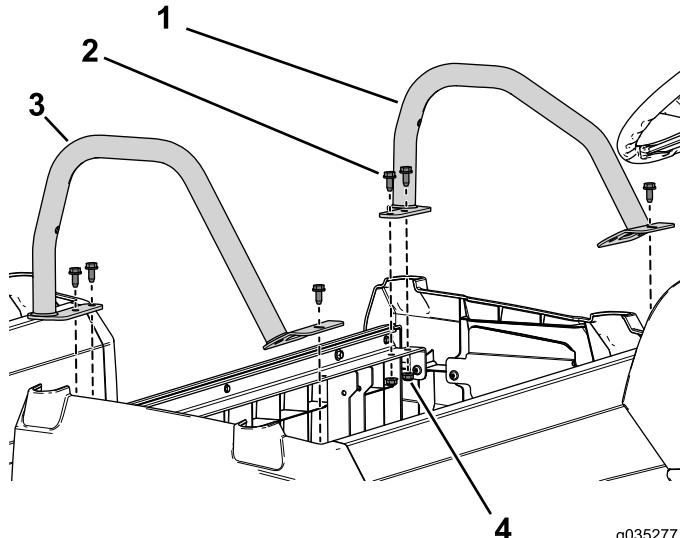

図 51
3. 車両の前座席ベースに、左右の腰部ガードを固定するフランジボルト3/16 x 3/4インチ6本とフランジナットを使う図 51。